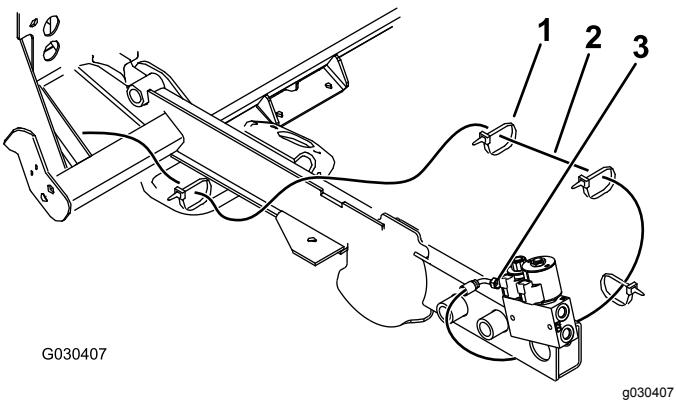

Figure 20
8. Acheminez le long flexible sous le cadre du radiateur, par dessus la traverse du cadre et le long du longeron jusqu'à la vanne (Figure 20).
9. Fixez le long flexible à l'aide de 4 attache-câbles (Figure 20).